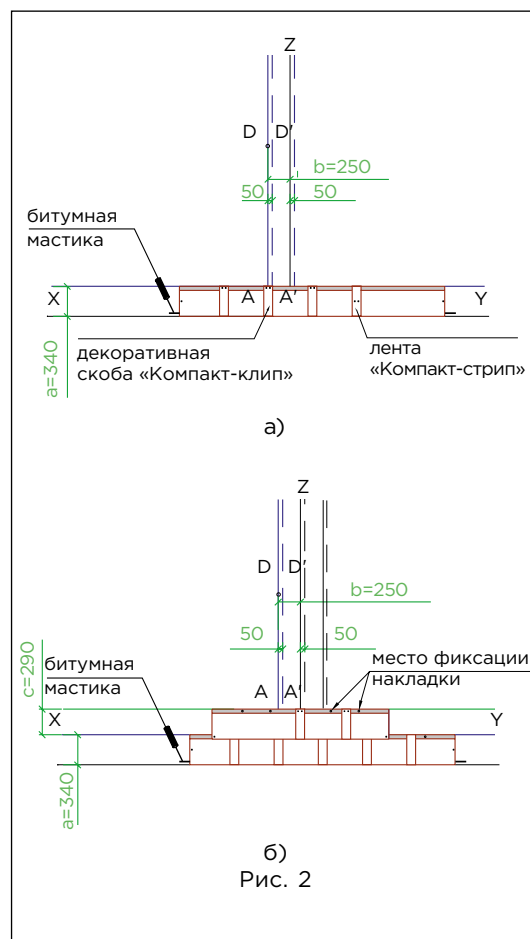

Рис. 2
Укладка материала (рис. 2)
- укладка черепицы начинается от линии AD, при этом ее верхний край выравнивается по линии XY (рис. 2а);
- листы первого ряда укладываются встык и фиксируются двумя гвоздями по центру коротких сторон на расстоянии 20 мм от края (рис. 2а);
- правая сторона скобы «Компакт-клип» выравнивается по линии A'D' и фиксируется двумя гвоздями через специальные отверстия (рис. 2а);
- листы второго ряда черепицы укладываются от линии Z, их нижний край выравнивается по линии, параллельной XY; каждый лист фиксируется двумя гвоздями в 25 мм от нижней стороны; стыки и середина каждого листа закрываются декоративными скобами «Компакт-клип», которые также фиксируются двумя гвоздями (рис. 2б);
Для крепления гибкой черепицы используются гвозди из нержавеющей стали улучшенного прилегания (ершенные) с гладкими широкими шляпками. Каждый лист закрепляется 6 гвоздями в штатных местах и 4 гвоздями для крепления «Компакт-клип», в соответствии с рекомендациями, приведенными выше (рис. 2б).
При укладке материала на скатах с уклоном более 60° каждый лист дополнительно фиксируется двумя гвоздями в верхней части (рис. 2б).